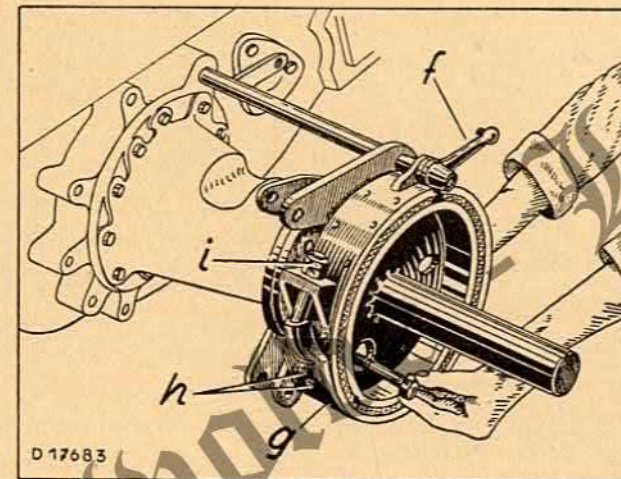

Bild 5
1. Auf beiden Seiten Bremsgestänge vom Hebel f (Bild 5)
Je vier Kopfschrauben und zwei Paßschrauben einzeln durch die Löcher der Bremsscheibe herausnehmen (siehe Bild 5) (Bremsscheibe hierfür